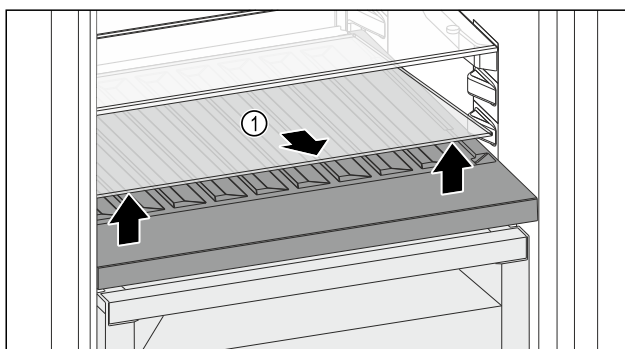

Fig. 176
- ▶ Glasplatte Fig. 176 (1) an der Aussparung vorne anheben und herausnehmen.
- ▶ Glasplatte Fig. 176 (1) außerhalb des Geräts sicher aufbewahren.
- ▶ Glasplatte (2) unter der variablen Flaschenablage einlegen.